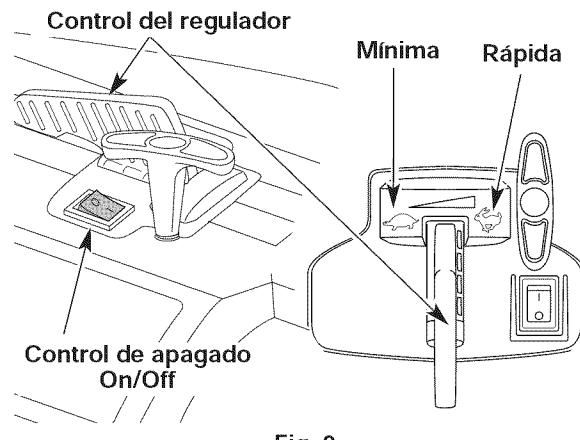
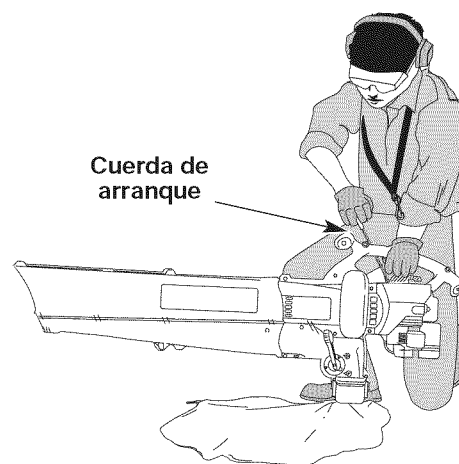

Fig. 9
Fig. 11
ADVERTENCIA: Evite los arranques accidentales. Esté en posición de arranque cuando hale la cuerda (Fig. 11).
4. Ponga la unidad en la posición de arranque (Fig. 11). Coloque el control del regulador en la posición de **RÁPIDA** (↻) (Fig. 9).